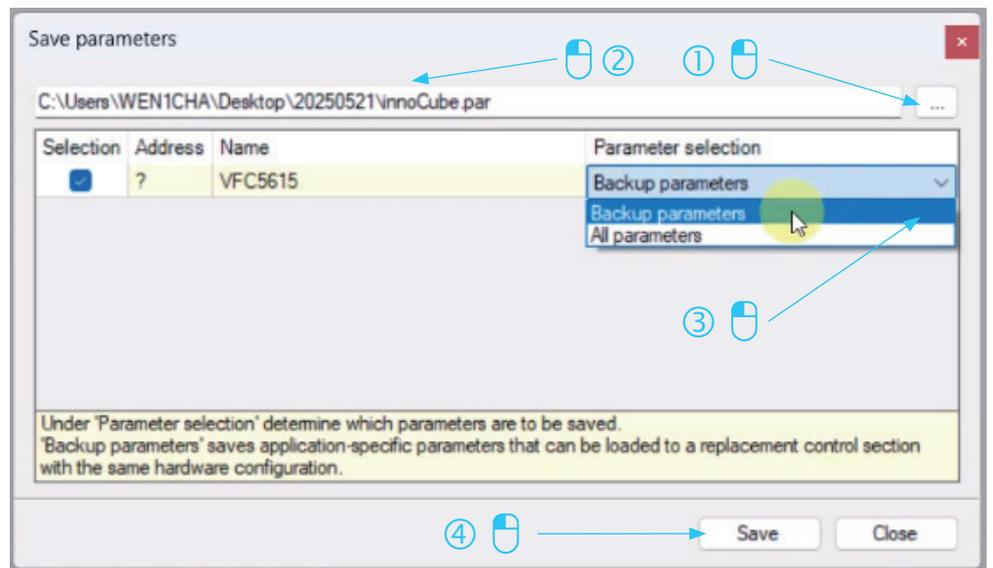

图 8: 保存参数窗口
- ▶ 现在，选择路径并为参数文件分配名称。您可以保存所有参数或备份参数（请参见 图 8: 保存参数窗口）。